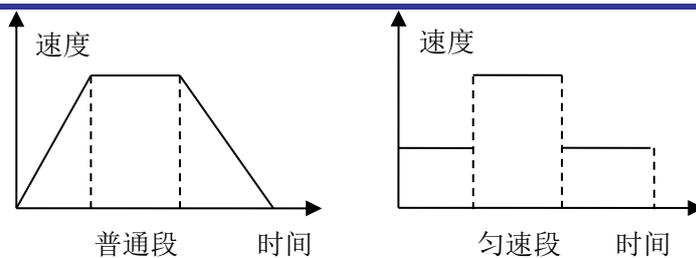

图 7-6 PT 模式匀减速段类型
(2) 认识 PT 模式的数据段类型。如何向 PT 模式的 FIFO 中写入数据段？
- `PT_SEGMENT_EVEN` 表示匀速段，FIFO 中各段的段内速度保持不变，段内速度=段内位移/段内时间。如图 7-6 所示。